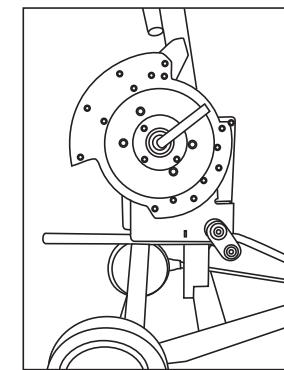

Fig. 4
- e. Avant de faire tourner le sabot MBCCH-1250, basculez le rouleau à conduits (3) vers le haut pour permettre l'accès au rouleau supérieur.
- f. Pour faire pivoter le sabot MBCCH-1250, positionnez le récepteur de la poignée (4) vers l'avant et appliquez une pression sur la manette tout en tournant manuellement le sabot jusqu'à ce que le côté de 1 po soit face vers le bas (Fig. 4).
3. Pour passer du sabot double cintrage (1) $\frac{3}{4}$ po au côté 1 po du sabot double cintrage(1) sur le RBCCH-1000.